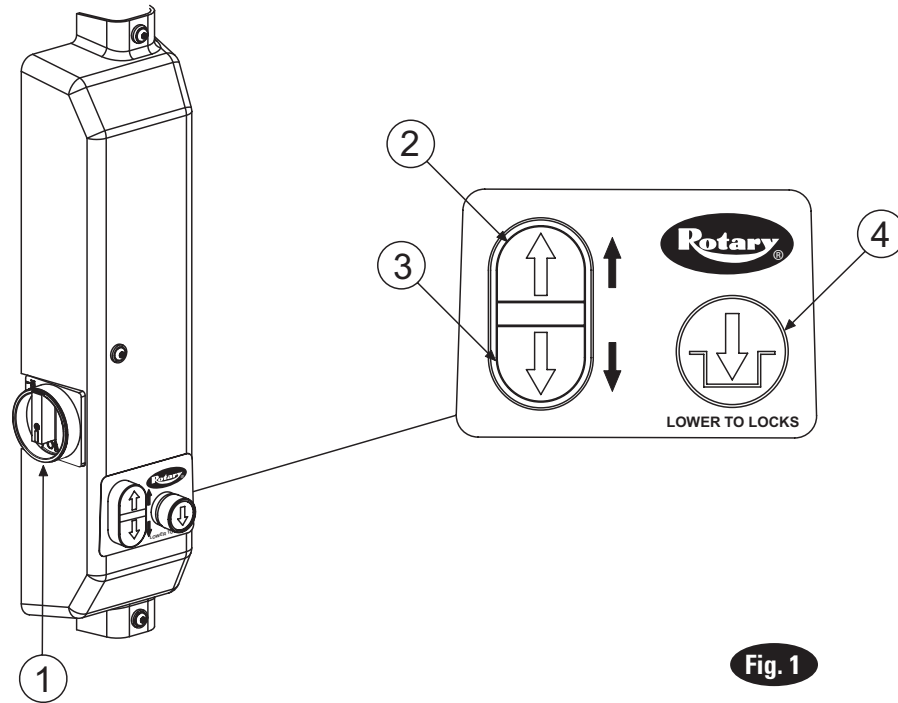

Fig. 1
- Accione el interruptor  Fig. 1. Pare antes de entrar en contacto con el vehículo. Compruebe que los pasadores limitadores del brazo están acoplados. En caso necesario, mueva suavemente el brazo para permitir que el engranaje limitador y el retén de uña se encajen. **NO** golpee el pasador hacia abajo, ya que puede dañar los dientes del engranaje limitador.
**Nota:** Deje un intervalo de dos (2) segundos entre los arranques del motor. En caso contrario, el motor podría quemarse.
- Accione el interruptor  Fig. 1, para bajar la plataforma elevadora sobre los enganches tras haber alcanzado la altura deseada.